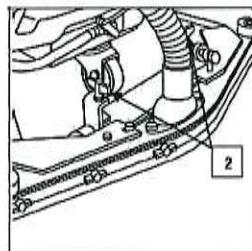

Рис.5
3. Отрегулируйте положение насадки вращением барабанов (поз.2 на рис.5). Вращение по часовой стрелке приближает насадку к полу, против часовой стрелки – удаляет от пола. Проследите, чтобы резиновые лезвия были параллельны полу.